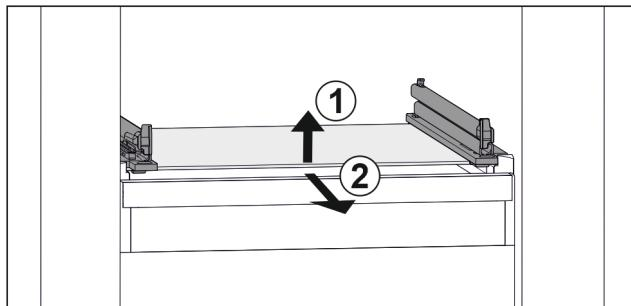

Fig. 140 Príklad zobrazenia sklenej dosky
- Nadvhynite sklenenú dosku vpred. Fig. 140 (1)
- Odoberte sklenenú dosku dopredu. Fig. 140 (2)